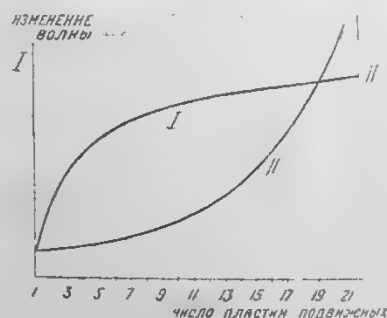

Рис. 2. Зависимость удлинения (I) и емкости (II) от числа пластин.
1) Использовать переменные конденсаторы малых емкостей, можно емкость порядка 100 — 120 см. Число пластин подвижных около 4 при диаметре 6 см., подобные конденсаторы имеют сравнительно малые начальные емкости. Так как удлинение волны, даваемое конденсатором, зависит от отношения максимальной емкости к начальной, то подобные конденсаторы с успехом могут быть использованы и для приема более длинных волн, давая большую экономическую выгоду (см. рис. 2).
3) Кроме того, весьма желательно для однообразности настройки по всему диапазону конденсатора пользоваться конденсаторами с квадратичной пакокой (обычные конденсаторы имеют линейную зависимость изменения емкости от градусной шкалы). Поэтому длина волны изменяется в зависимости от \sqrt{C} . В конденсаторах с квадратичным изменением емкости волна будет изменяться в линейной зависимости от C . Обычные конденсаторы для коротких волн представляют то неудобство, что они дают наибольшее изменение волны, именно в начале шкалы, т.е. для наиболее коротких волн. При этом в приемниках — для коротких волн разница в остроте настройки (определенной частотой) относительно градусной шкалы, в начале и конце ее при той зависимости, которая существует между длиной и частотой (см. рис. 2), чрезвычайно значительна, а потому настройка приемника в начале шкалы конденсатора сильно затрудняется.